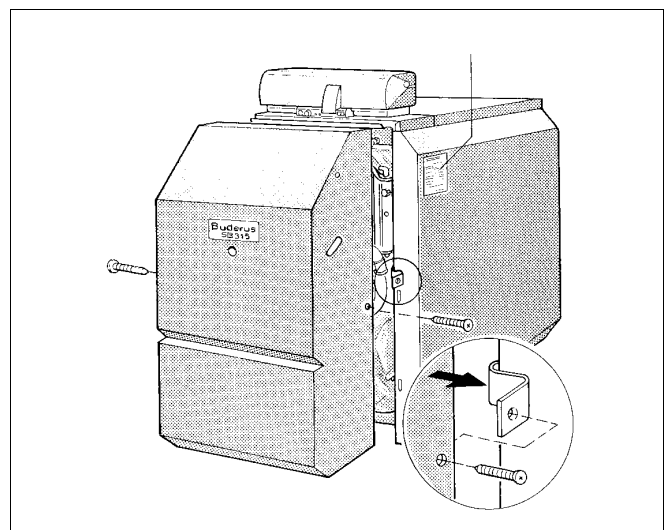

Abb. 26 Brennerhaube SB315 VM montieren
- Winkelschnappmutter links und rechts in den vorgesehenen Ausbruch der Seitenwandabkantung einsetzen (Abb. 26).
- Brennerhaube in die Abkantung der vorderen Kesselhaube einhängen (Abb. 26).
- Sicherungsschrauben rechts und links durch die Brennerhaube in die Winkelschnappmutter eindrehen (Abb. 26).
Das Typenschild ist je nach örtlichen Verhältnissen oben an der rechten oder linken Seitenwand zu befestigen (Abb. 26).
- Sicherungsschrauben aus Brennerhaube herausdrehen und Brennerhaube abnehmen, siehe Abb. 26 auf Seite 19.
- Brennerhaube wieder einhängen und mit Sicherungsschrauben wieder verschrauben, siehe Abb. 26 auf Seite 19.